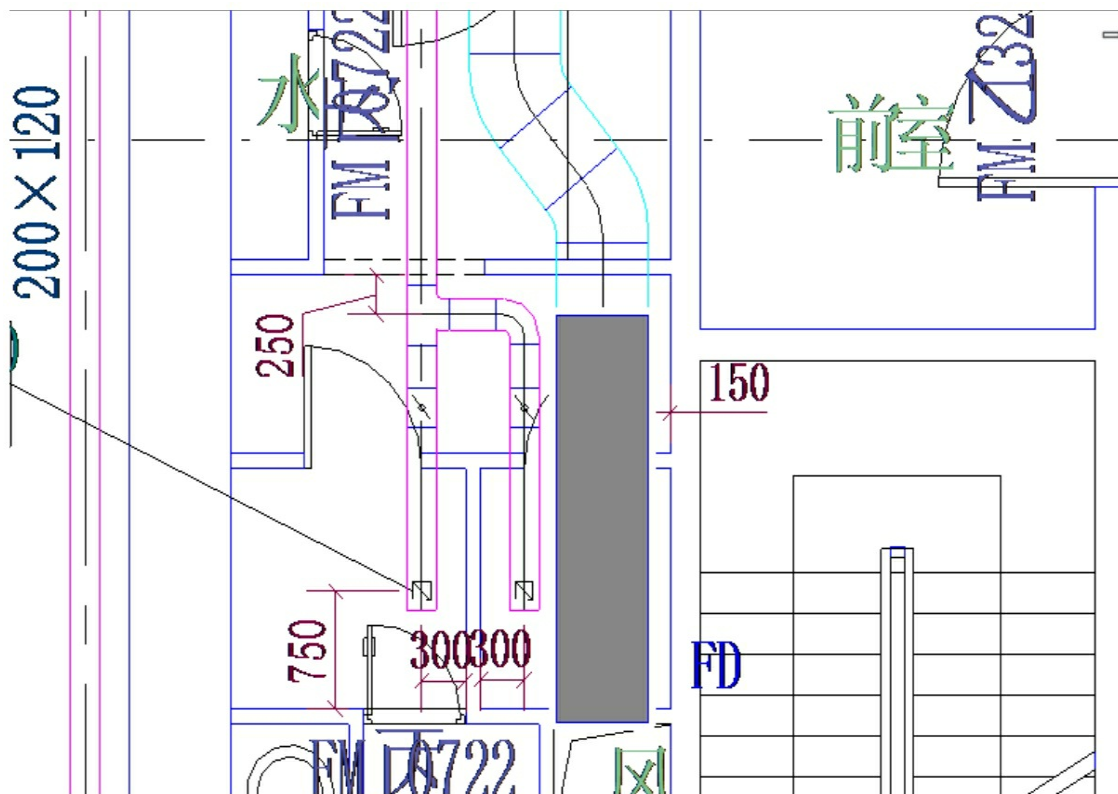

图2-64
(4) 绘制如图2-64所示的一段风管，风管的绘制需要单击两次，第一次单击确认风管的起点，第二次单击确认风管的终点。绘制完毕后单击“修改”选项卡>“编辑”>“对齐”，将绘制的风管与底图位置对齐并锁定。